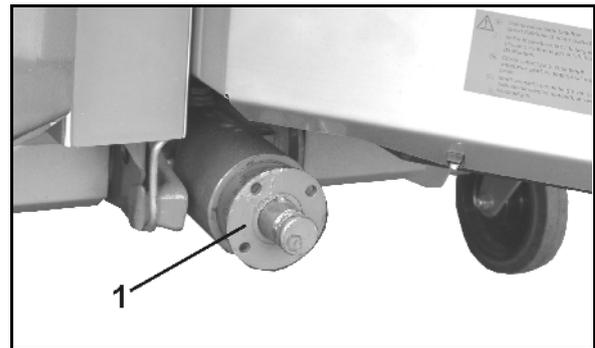

Fig. 35
1. Flanschbuchse (Fig. 35/1) mit einem Abzieher von der Getriebeingangswelle abziehen.